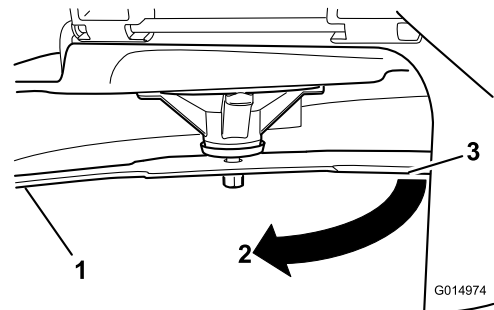

Figura 75
- Distancia medida entre la cuchilla y la superficie (A)
- Gire la misma cuchilla 180 grados de manera que el otro extremo esté en la misma posición (Figura 75).